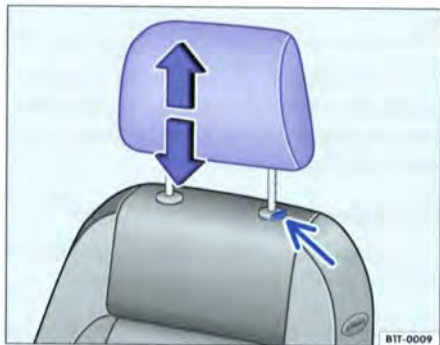

Fig. 51 Réglage ou dépose de l'appuie-tête avant
- Déplacez l'appuie-tête dans le sens de la flèche vers le haut ou, en maintenant la touche ⇒ fig. 51 (flèche) enfoncée, vers le bas. Hauteur adéquate ⇒ page 66.
- Appuyez sur la touche ⇒ fig. 51 -flèche-.